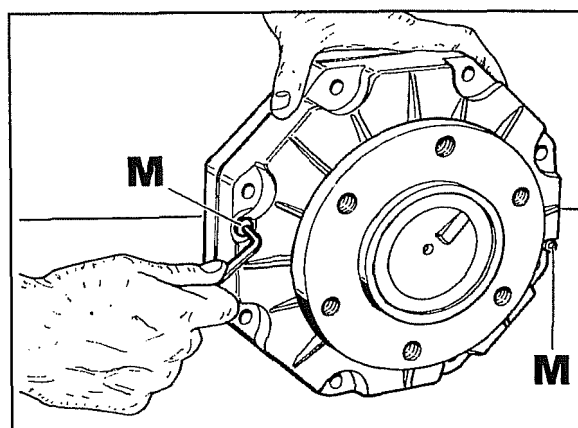
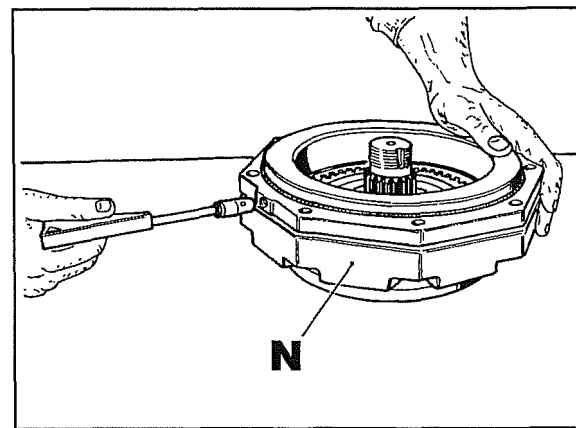

Fig. 24
Fig. 25
- 34 Capovolgere la massa frenante e togliere le viti **M** fig. 24. Capovolgere nuovamente la massa e con l'utilizzo di un compressore soffiare (con cautela) nel foro di alimentazione del cilindro per dividerlo dalla flangia **N** come illustrato in fig. 25.